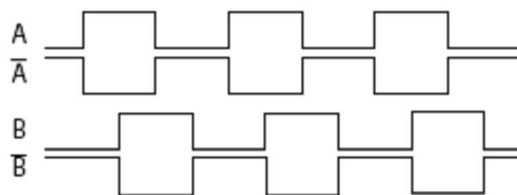

Рис. 6.5 Сигналы датчика положения
- Aabb, [AABB] – датчик с четырехканальным выходом (сигнал  $A$  и инверсный ему  $\bar{A}$ , сигнал  $B$ , сдвинутый относительно  $A$  на  $\frac{1}{4}$  периода, и инверсный ему  $\bar{B}$ , см. рис. 6.5);